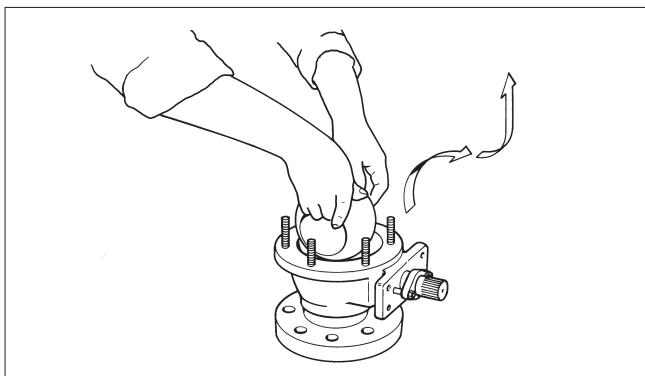

Fig. 18 Extraction de la sphère
- Saisissez manuellement par le passage (petites tailles) ou passez une sangle à travers le passage (grandes tailles), puis extrayez la sphère (3) du corps (1) en la soulevant. Pour détacher la sphère du pignon d'entraînement (4), tournez-la et mettez-la en position fermée avant le levage. La sphère doit être manipulée avec le plus grand soin. Posez-la sur une surface molle (cf. figure 18).